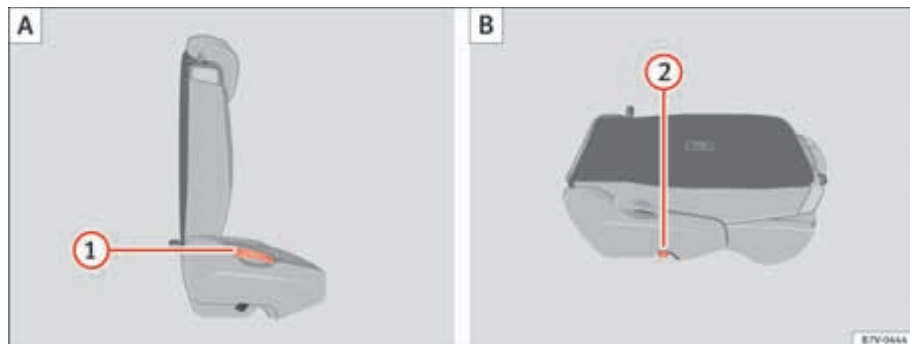

Fig. 95 Segunda fila de asientos: pliegue el asiento trasero (A), asiento trasero como superficie de carga (B). ▶
- Retire los objetos de la zona reposapiés situada delante y detrás del asiento trasero ⇒ ①.
- Tire de la palanca ⇒ página 154, fig. 95 ① hacia arriba y pliegue el respaldo hacia delante. La banqueta completa se pliega hacia delante ⇒ ⚠.
- Baje el respaldo plegado hacia delante hasta que éste este encastrado en la posición de la superficie de carga ⇒ página 154, fig. 95 ②.
- Tire de la palanca ⇒ **página 154, fig. 95 ①** hacia arriba y coloque el respaldo en vertical. El asiento completo se pliega hacia atrás.